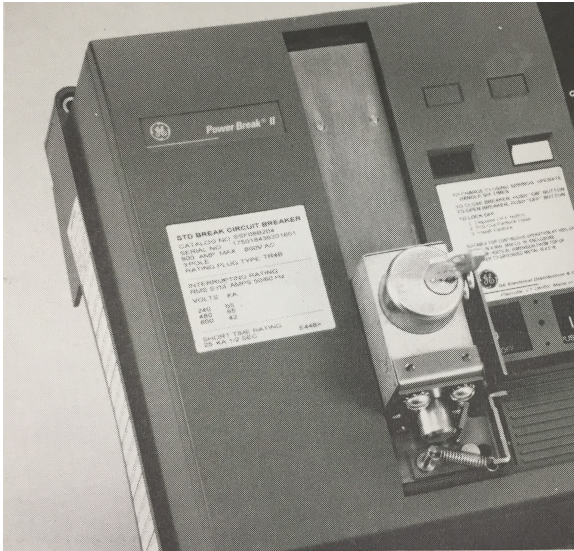

Figure 7. The Key Interlock body attached to the mounting plate.
5. Attach the Key Interlock body to the mounting plate with two 1/4-20 screws and lock washers, as shown in Figure 7.
CAUTION: Do not attempt to install the breaker cover if the lock bolt is extended, as shown in Figure 7. Turn the key so that the lock bolt retracts and disengages the interlock slide, to prevent the damage described in step 9.
ATTENTION: Il ne faut pas essayer d'installer le couvercle du disjoncteur si le pêne est tendu, tel que montré à la Figure 7. Tourner la clé de manière à ce que le pêne se rétracte et désengage la coulisse de l'enclenchement afin de prévenir le dommage décrit à l'étape 9.